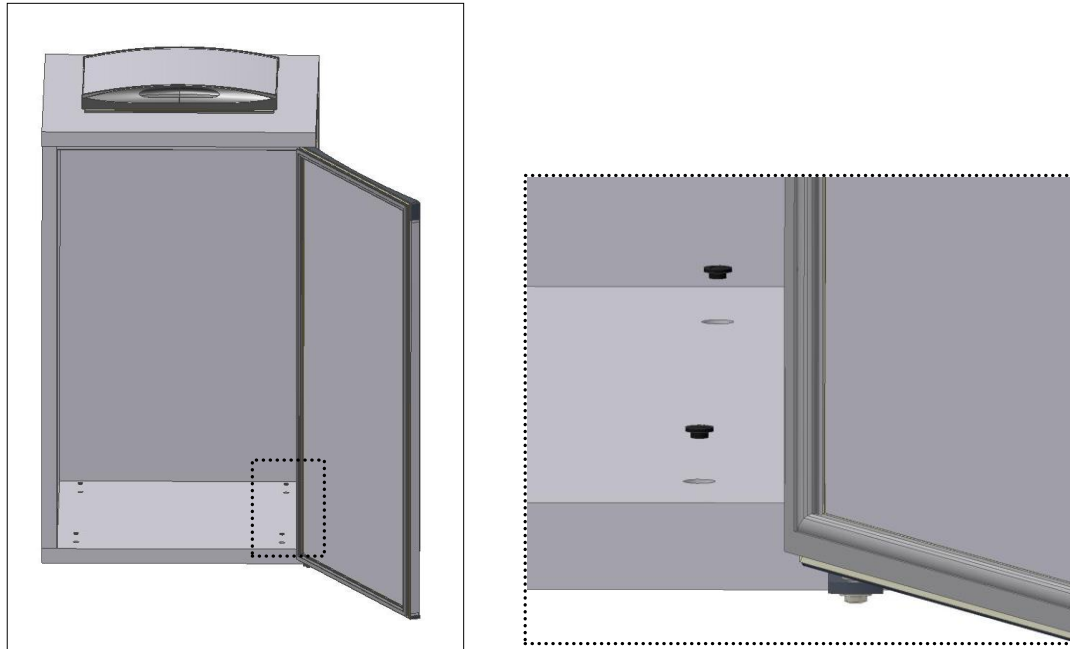

Abb. 12
- Stellen Sie die kleinen Kunststoffstopfen auf den Boden (Abb.12).